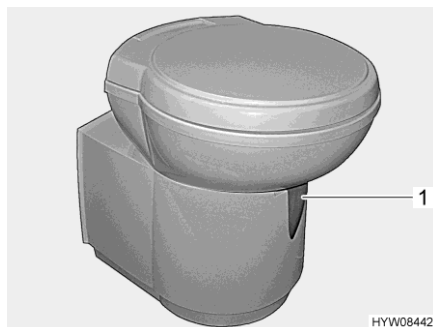

Bild 166 Thetford-toalettskål (svängbar)
- Öppna spjället på Thetford-toaletten före spolning. Skjut för detta spjällspaken (Bild 166,1) moturs.